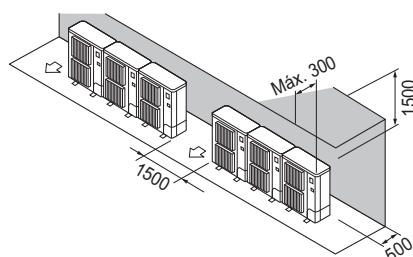

Fig. 3-12
- ② Obstáculos apenas na parte de trás e por cima (Fig. 3-12)